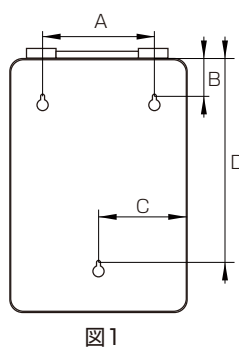

図1
- ①図1を参考にして、壁面に木ネジの取り付け位置(上部2箇所)の印を付けてください。
- ②壁面の印に木ネジを取り付けてください。